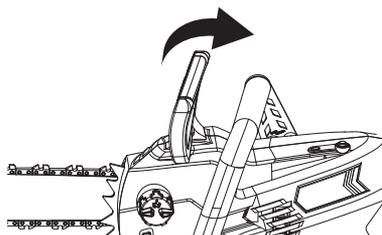

Fig. 17
Poignée de frein [2] désenclenchée: l'appareil est prêt à l'emploi (Fig. 17).
1. Vérifiez que la poignée de frein [2] est bien désactivée. Désactivez la poignée de frein [2] en la tirant vers l'arrière, en direction de la poignée avant [1] (Fig. 17).
- Vérifiez que la poignée de frein [2] est bien désactivée (voir Fig. 17 ci-dessus).